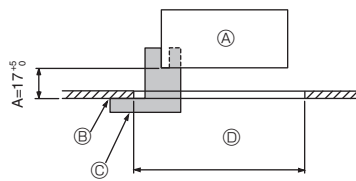

Fig. 9-2
①	Rooster	1	950 × 950 (mm)
②	Meetplaatje voor installatie	1	(In 4 delen verdeeld)
③	Draadloze afstandsbediening	1	voor PLP-6EALM
④	Houder voor afstandsbediening	1	Meegeleverd indien uitgerust met de draadloze afstandsbediening.
⑤	LR6 AA-batterijen	2	Meegeleverd indien uitgerust met de draadloze afstandsbediening.
⑥	3,5 × 16 mm zelftappende schroeven	2	Meegeleverd indien uitgerust met de draadloze afstandsbediening.
9.2. Voorbereidingen om het rooster vast te maken (Fig. 9-2)
- Met het in deze set meegeleverde meetapparaat ② regelt en controleert u de relatieve positie van het hoofdapparaat ten opzichte van het plafondoppervlak. Als het hoofdapparaat niet goed is gepositioneerd ten opzichte van het plafondoppervlak, kan er lucht lekkage of condensatie ontstaan.